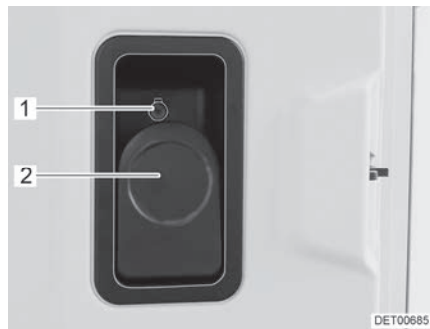

Bild 53 Türschloss (Eingangstür innen)
- Öffnen:** ■ Hebel (Bild 53,2) ziehen.
- Verriegeln:** ■ Sicherungsknopf (Bild 53,1) hineindrücken.